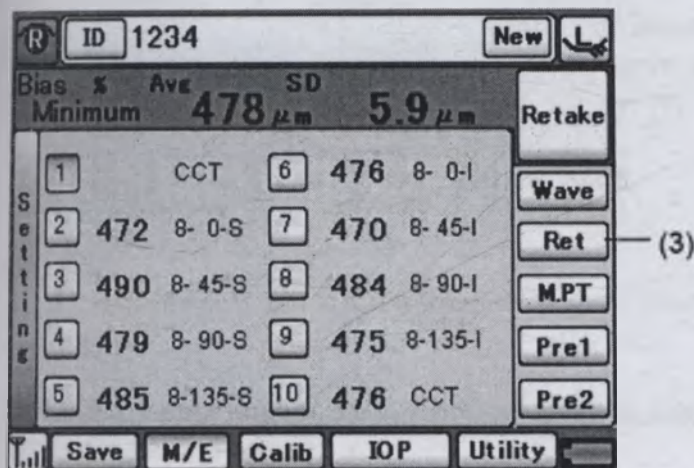

Рис. 2
- Коснитесь кнопки с номером ячейки памяти (1), чтобы выбрать данные для удаления.
- Когда нажимается кнопка "Del" (2) с целью удаления данных, тогда надпись на кнопке меняется на "Ret" (3) (Рис. 2).